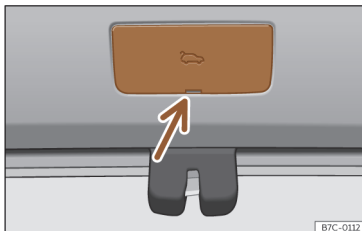

Fig. 81 Pormenor da bagageira: acesso à destrancagem de emergência.
- Retire a cobertura fazendo alavanca com o palhetão da chave»» **Fig. 81**.